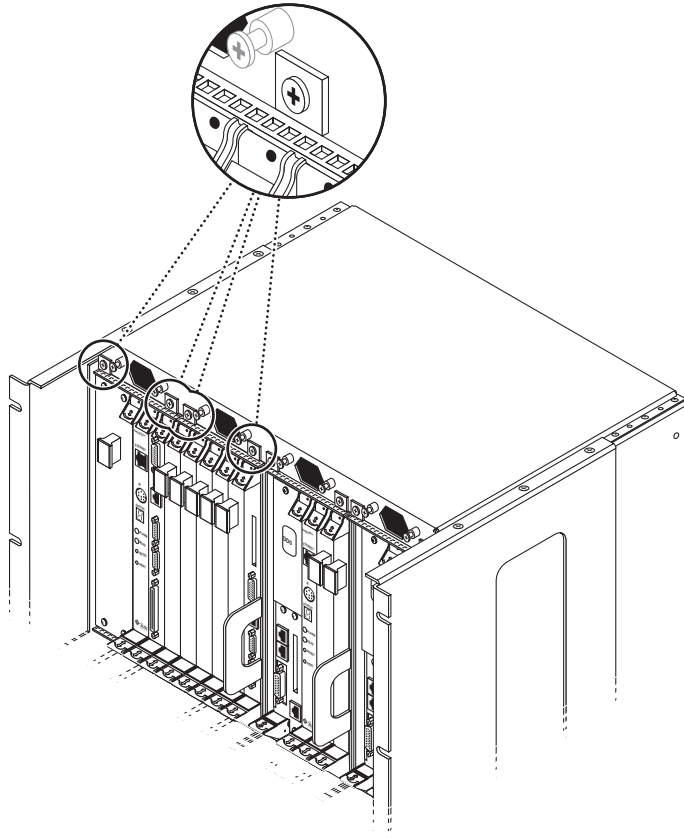

FIGURE 3-7 Serrage des vis placées en haut d'un serveur Netra ct 800
- Si vous installez un serveur Netra ct 800, serrez les *quatre* vis imperdables noires placées en haut du serveur (FIGURE 3-7).